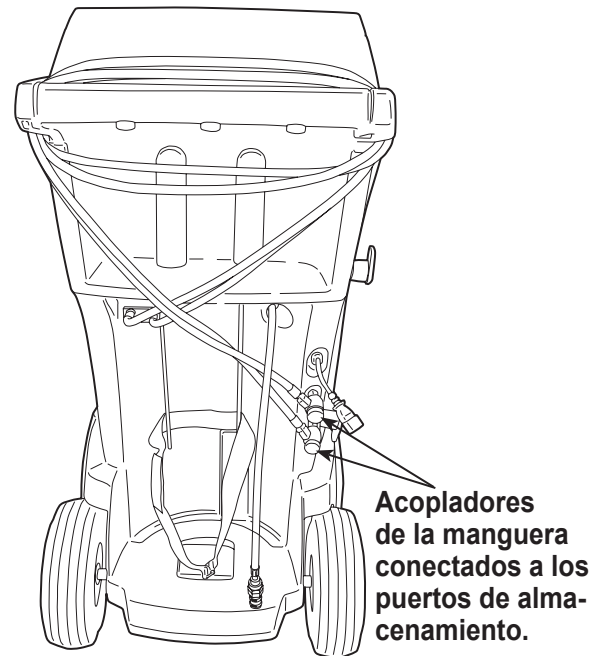

Figura 13
2. Enrolle las mangueras de servicio alrededor de la manija dos veces y conéctelas a los puertos de almacenamiento. Consulte Figura 13.